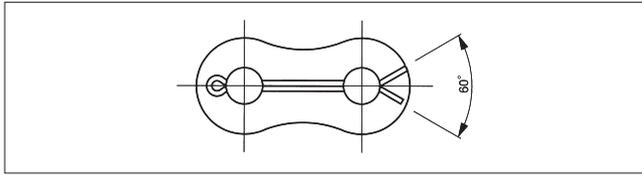

図3：割ピンの割り方
- 3) 割ピンをピンの穴部に挿入し、割ピンを⊖ドライバを使って割って止めます。割ピンの割り方は、図3を参照してください。